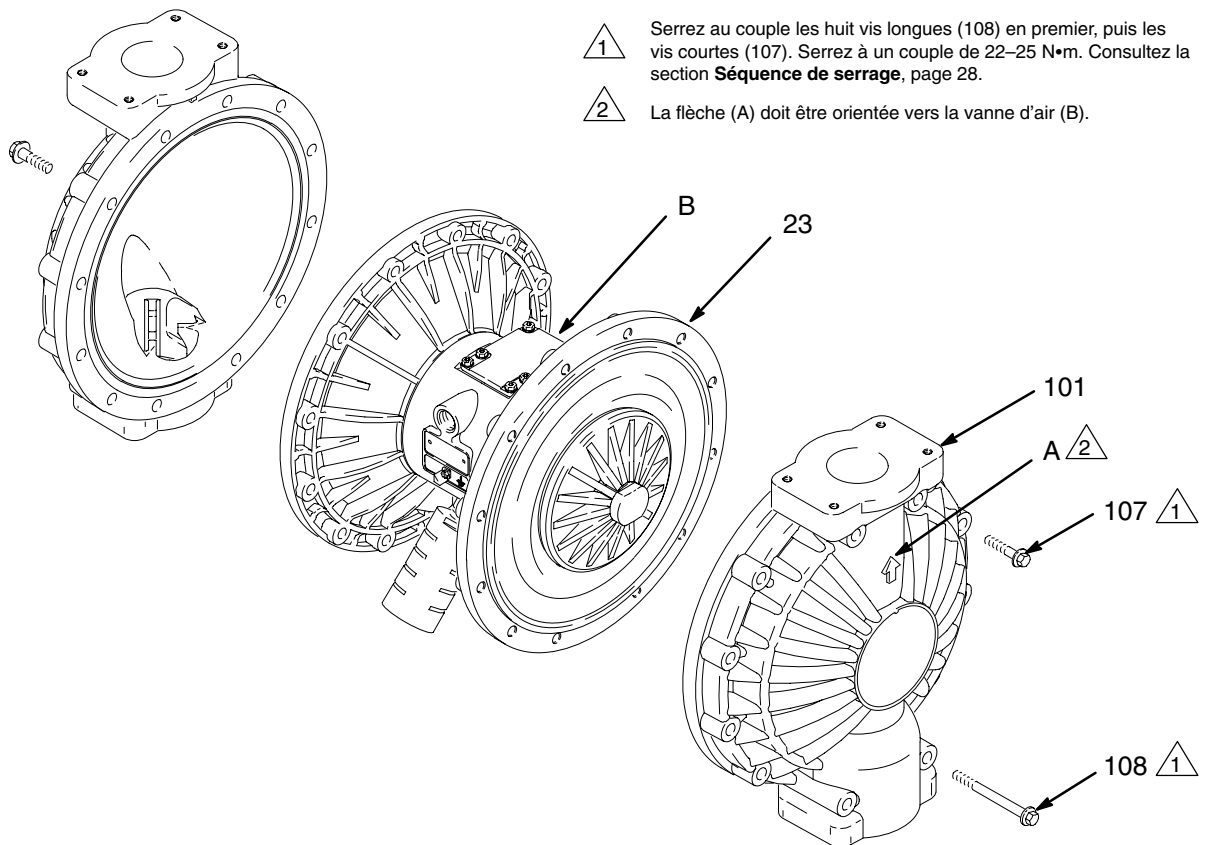

Fig. 12
3. À l'aide de clés à douille de 13 mm, retirez les vis (107 et 108) maintenant les capots à fluide (101) sur les capots à air (23). Retirez les capots à fluide (101) de la pompe. Consultez la Fig. 12.
4. Appliquez du Loctite® de force moyenne (bleu) ou un produit équivalent sur les filetages des plateaux côté fluide (105). Maintenez un des plateaux extérieurs (105) à l'aide d'une clé et serrez l'autre plateau extérieur à un couple de 27 à 34 N•m à 100 tr/min maximum. Ne serrez pas au-delà du couple indiqué.
5. Alignez les capots à fluide (101) et le boîtier central (1) de sorte que les flèches (A) sur les capots soient orientées dans la même direction que la vanne d'air (B). Fixez les capots avec les vis (107 et 108) et serrez à la main. Installez les plus longues vis (108) dans les orifices en haut et en bas des capots. Consultez la Fig. 12.
6. Serrez d'abord les plus longues vis (108), à l'opposé et de manière égale, à un couple de 22–25 N•m, à l'aide d'une clé à douille de 13 mm. Serrez ensuite au couple les vis plus courtes (107). Consultez la section **Séquence de serrage**, page 28.